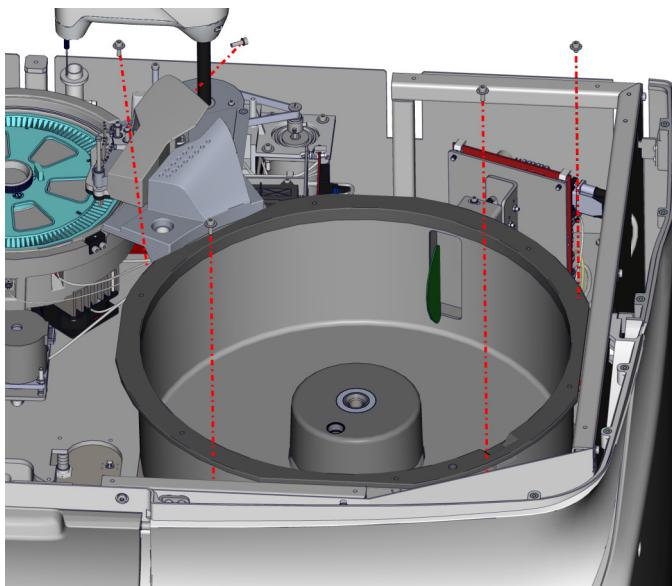

Ilustración 8.9      Movimientos a realizar para sacar el rotor del analizador
5. Desatornille los 4 tornillos que sujetan el conjunto rotor a la base. Véase Ilustración 8.9